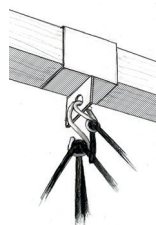
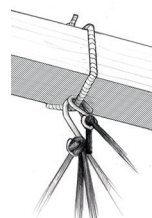
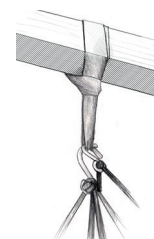

bild 2
bild 3
bild 4
- Om ni vill montera öglan i en träbalk undersök att balken inte är murken eller sprucken. Vid montering i träbalk undvik att borra (bild 2) välj i stället gångjärnet (bild 3) eller repet eller bältet (bild 4).